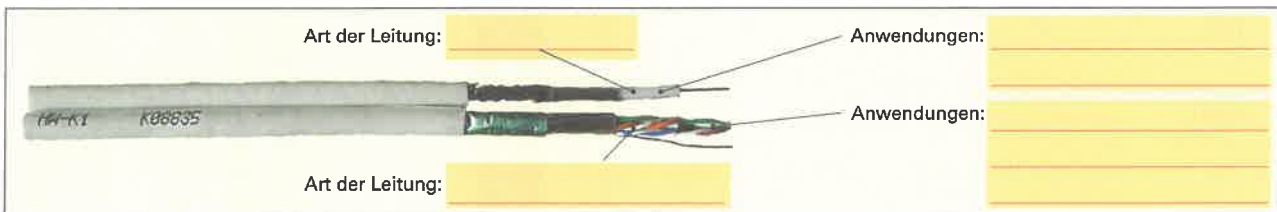

Bild 2: Multimediakabel
4. Für die Multimedia-Verkabelung werden mindestens zwei grundlegende Arten von Leitungen benötigt. Manche Hersteller bieten Spezialleitungen an, die beide Arten von Leitungen beinhalten. Benennen Sie die Bestandteile des Multimediakabels (Bild 2) und geben Sie jeweils Beispiele für die Kommunikations-Anwendungen.